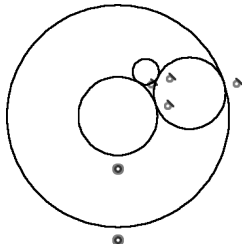

图 4-66 建立圆 4 与圆 2 的相切关系
(6) 采用同样的方法，使圆 4 与圆 2 建立相切几何约束，结果如图 4-66 所示。